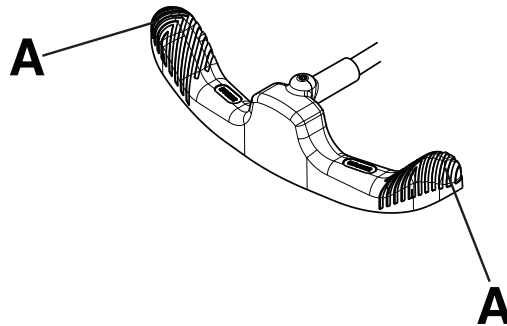

Figure 2 – Utilisation de la pédale de frein/guidage
**Remarque** - Ne pas appuyer au centre de la pédale de frein/guidage. Toujours appuyer sur le côté extérieur (A) de la pédale de frein/guidage (Figure 2).